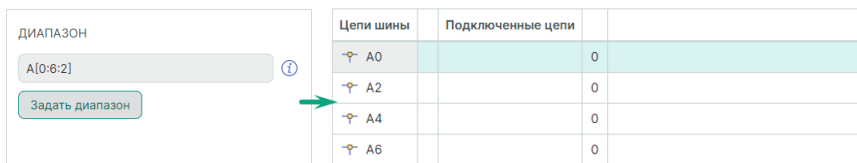

Рис. 186 Добавление диапазона (префикс, диапазон и шаг)
- с шагом ввода диапазона – Prefix[Min:Max:N], где N – целое число, которое меньше или равно Max, см. Рис. 186.